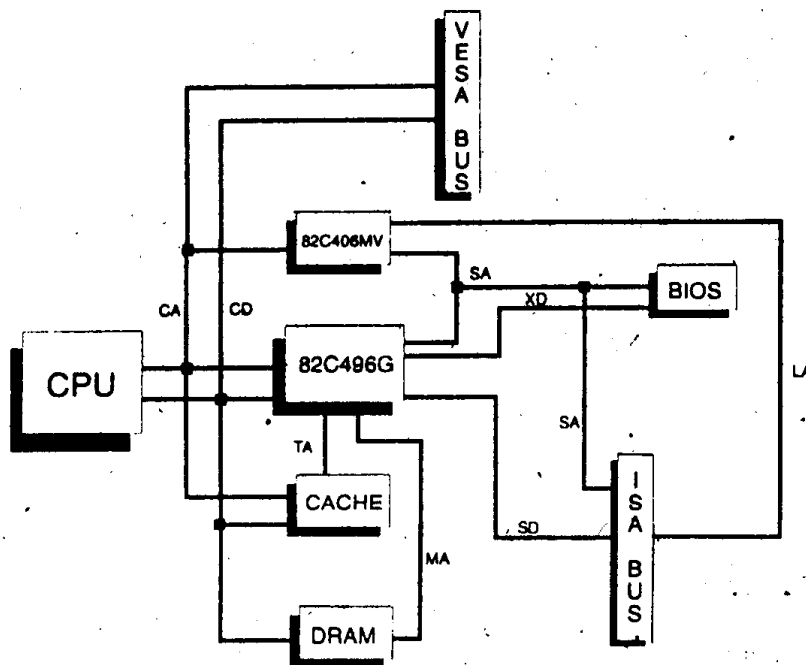

图 3-8
⑧ 支持去耦的内存刷新。
⑨ 任意的主板 ZIF 插座，可插 Intel 的 Over Driver™ 处理器，象 P24D, P24CT 等。
⑩ 为多种 S 序列 CPU 的任意调节板。
⑪ 支持 7 个 16 位 ISA 扩展插槽。
- ## 二、系统布局、方框图 (图 3-7、图 3-8)